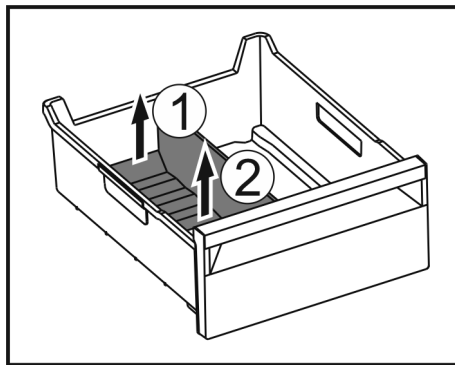

Fig. 117
► Sollevare la parte posteriore del divisore dello scomparto del ghiaccio. Fig. 117 (1)
► Rimuovere il divisore dello scomparto del ghiaccio verso l'alto. Fig. 117 (2)